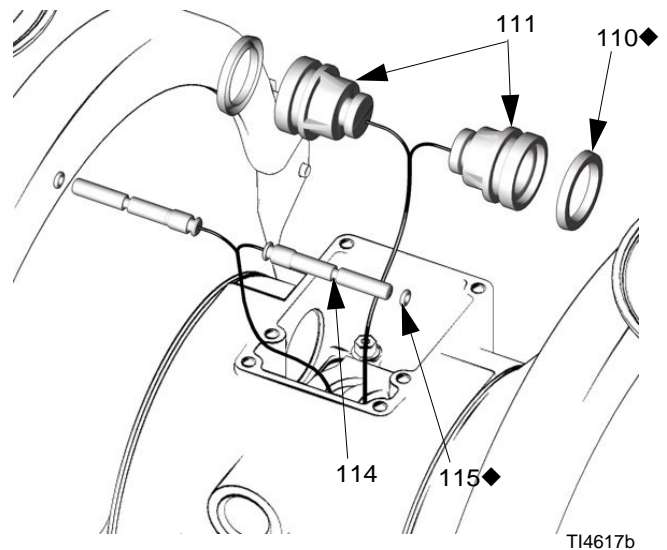

FIG. 10
3. Entrada y salida Instale una junta tórica (115) en cada pasador piloto (114). Engrase los pasadores y las juntas tóricas. Introduzca los pasadores en los cojinetes, el extremo **estrecho** primero. Consulte la FIG. 10.
4. Instale las copas en U (110) en cada pistón de accionamiento (111), de manera que los labios de las empaquetaduras estén orientados hacia el extremo **estrecho** de los pistones. Consulte la FIG. 10.
5. Lubrique las copas en U (110) y los pistones de accionamiento (111). Introduzca los pistones de accionamiento en los cojinete, el extremo **ancho** primero. Deje expuesto el extremo estrecho de los pistones. Consulte la FIG. 10.